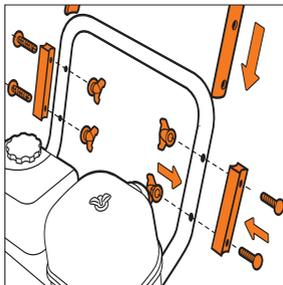
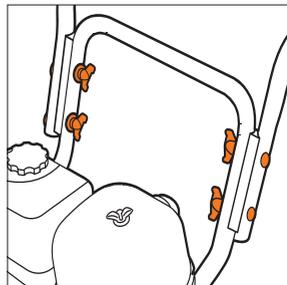
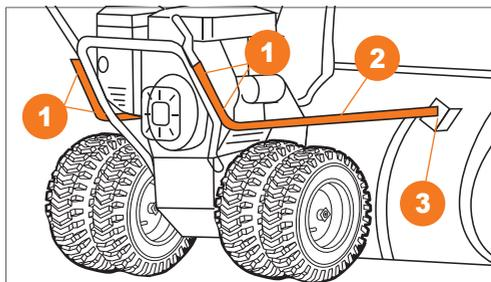

Рис. 13
Рис. 14
Рис. 15
DAST 8565 / 8570 / 9070 / 1080 / 1370 / 1590 Выкрутите болты и гайки из верхней части нижней рукоятки с каждой стороны (Рис. 3) (Рис. 13). Совместите верхнюю часть рукоятки панели оператора с нижней частью, установите проставку и закрепите болтами и гайками с каждой стороны (Рис. 14).
DAST 17110 Выкрутите болты и гайки из верхней части нижней рукоятки с каждой стороны (Рис. 13) Совместите верхнюю часть рукоятки панели оператора с нижней частью, установите проставку и штангу, и закрепите болтами и гайками ① с каждой стороны, закрепите штангу ② на ковше ④, закрепите крепежом ③ (Рис. 15).